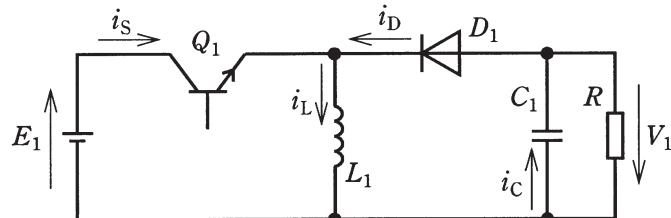

図1
- (5) 図1の昇降圧チョッパと図3の昇圧チョッパとにおいて、同じ入力電圧で同じ通流率のときに出力電圧がより高いのはどちらのチョッパであるか。また、その理由を示せ。